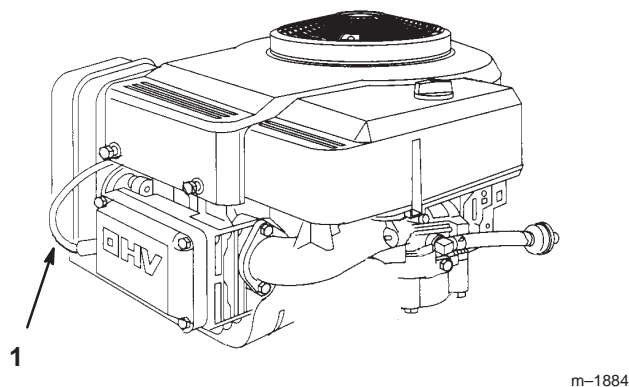

Abbildung 23
3. Das Kabel von der Zündkerze abziehen (Abb. 23). Den Bereich um die Zündkerze herum reinigen, um zu verhindern, daß Schmutz in den Motor fallen und Schäden verursachen kann.
- Das Kabel auf die Zündkerze drücken (Abb. 23).